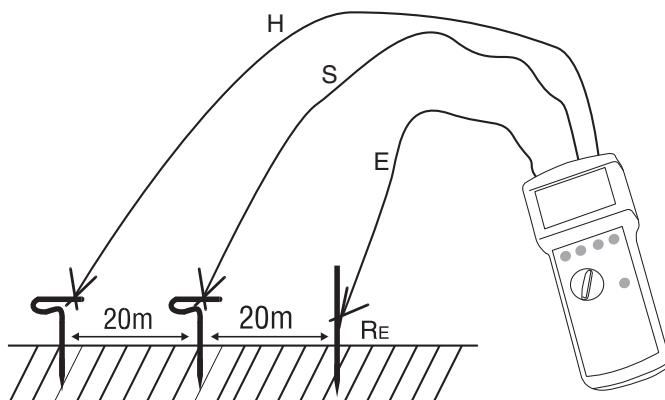

Figura 4: misurazione tripolare
- 1) Disporre le spine di messa a terra per il dispersore ausiliario e la sonda come illustrato nella figura 4. Questa disposizione può anche essere triangolare. La distanza tra la sonda e il dispersore e tra la sonda e il dispersore ausiliario deve essere di almeno 20 m. Posare con cura i conduttori e assicurarsi che i conduttori non siano posizionati in parallelo e non si incrocino per evitare possibili accoppiamenti.
- 2) Collegare i conduttori di misurazione con le spine di messa a terra come illustrato nella figura 4.
- 3) Ruotare il selettori dei tipi di misurazione (13) nella posizione "3 pol".
- 4) Impostare la tensione di contatto voluta con il tasto "UL" (11).
- 5) Se necessario, impostare la selezione manuale della frequenza con il tasto "auto/man" (16) e la frequenza di misurazione con il tasto "f1/f2" (12).
- 6) Premere il tasto "Start" (14).